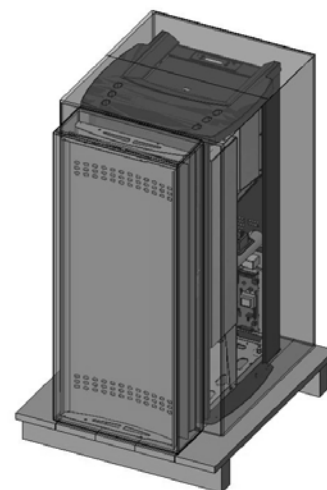

Figure 1 - Exemple emballage poêle + côtés en acier
- Il contient le poêle et les côtés en acier avec les profils (Fig.1)